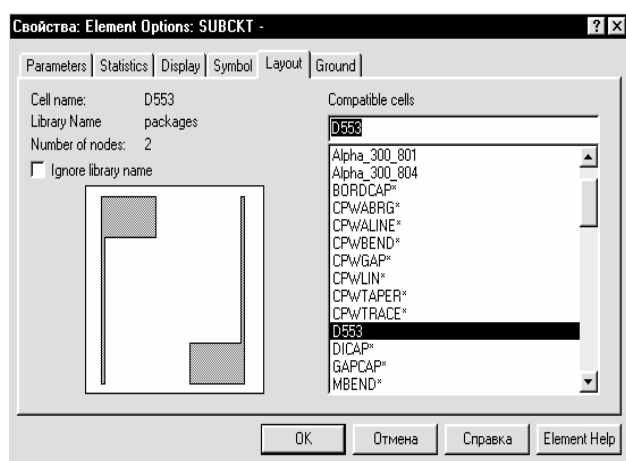

Рис. 2.39
4. Выберите **D553** в окне списка **Compatible Cells** (Совместимые элементы) и нажмите **OK** (рис. 2.39).